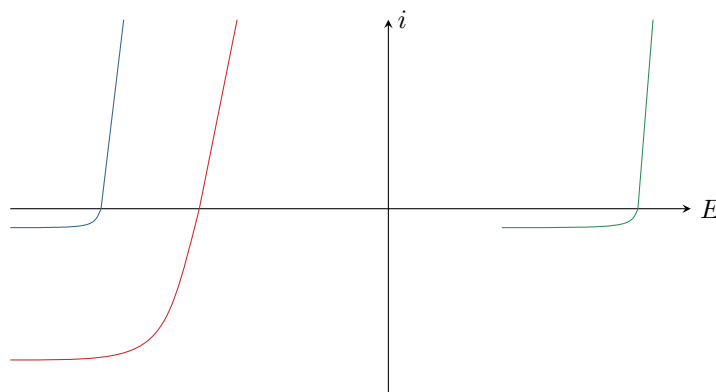

Figure 4 – Courbes intensité-potential pour la purification du nickel.
- 3 - On donne figure 4 les courbes intensités potentiel relatives aux trois couples considérés. Identifier chaque courbe. Justifier la présence de paliers de diffusion. Pourquoi sont-ils représentés à des courants différents ?
- 5 - Indiquer qualitativement sur la figure 4 le courant  $I$  dans le montage et la tension  $U$  d'électrolyse.